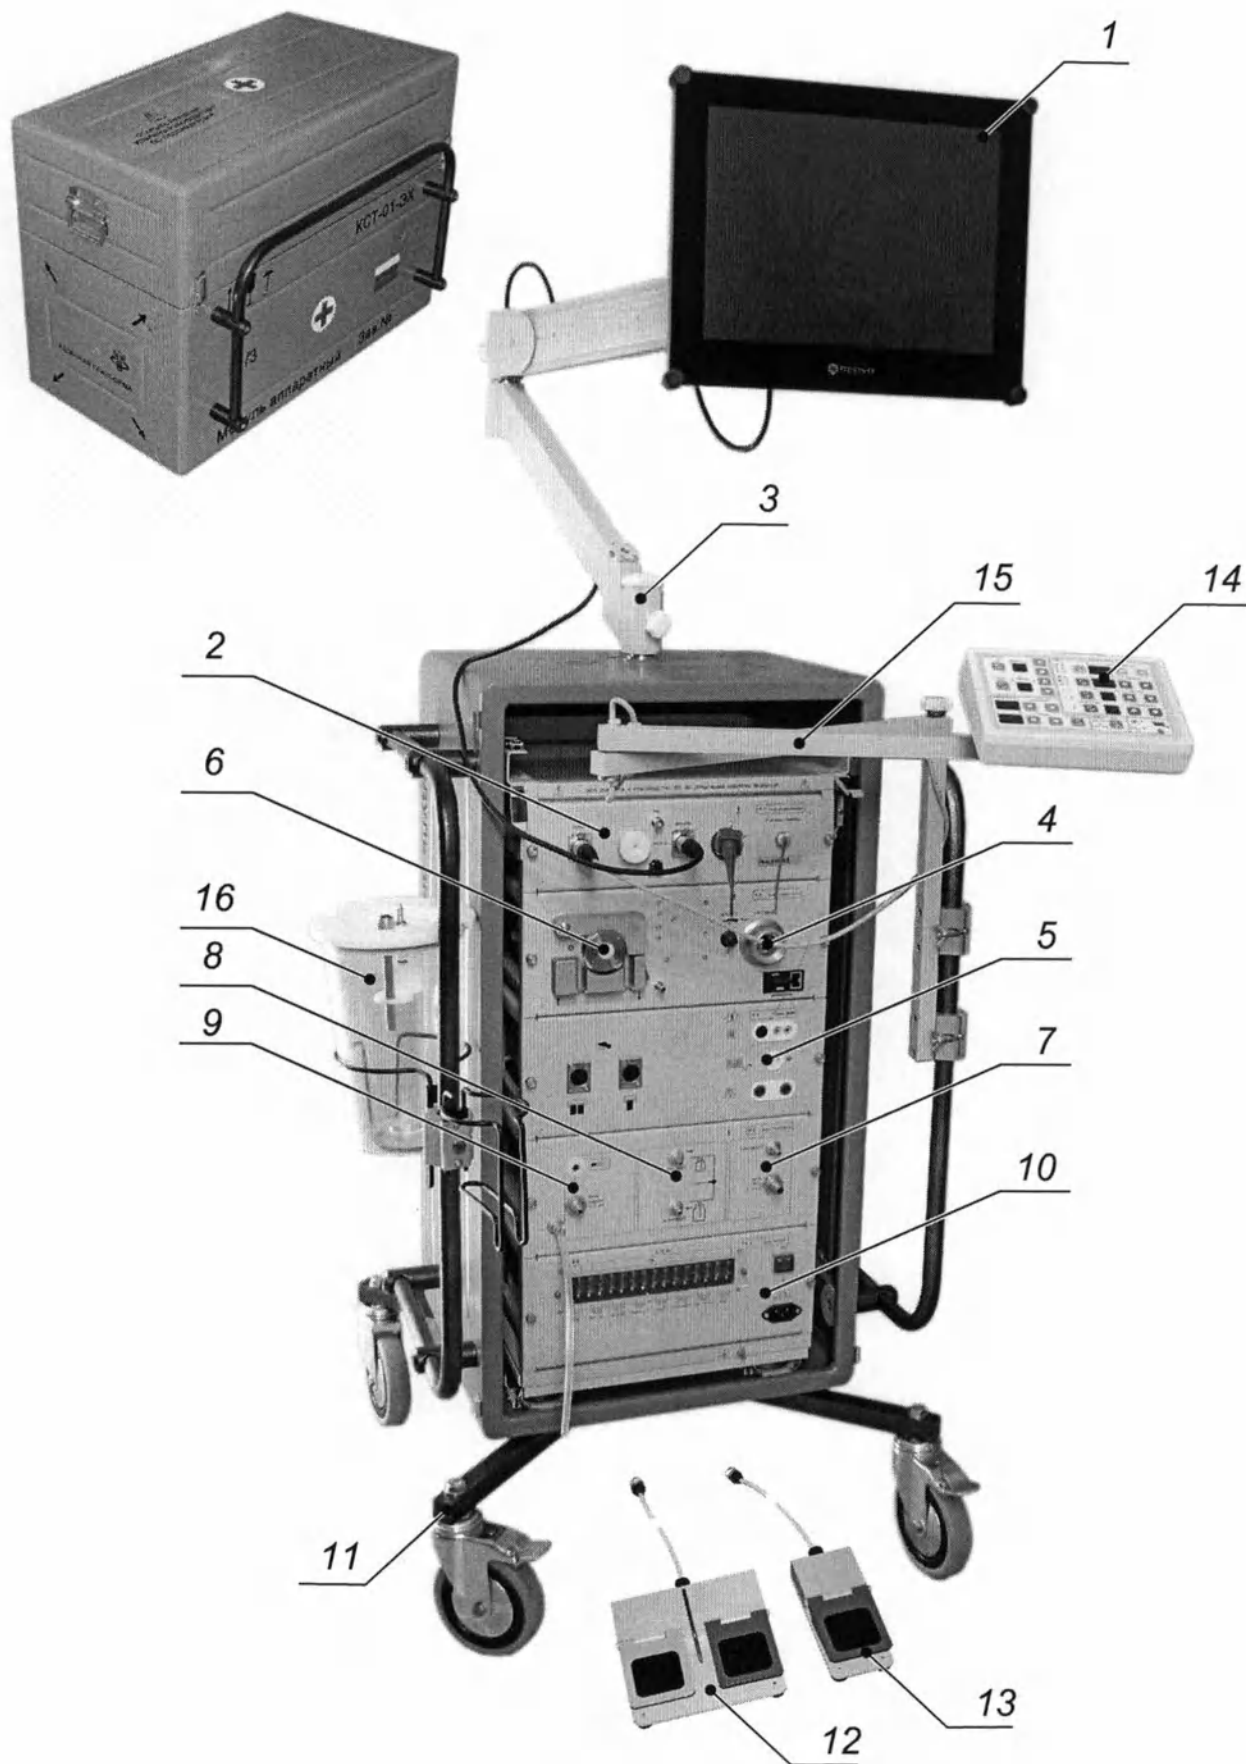

Рис. 2. Функциональный состав модуля аппаратного
3.3. ФУНКЦИОНАЛЬНЫЙ СОСТАВ МОДУЛЯ АППАРАТНОГО (Рис. 2):